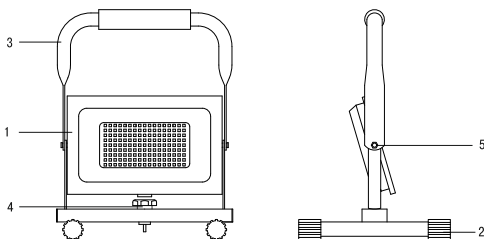

Рисунок 3
5.2 Подготовка переноски к работе (рисунок 3)